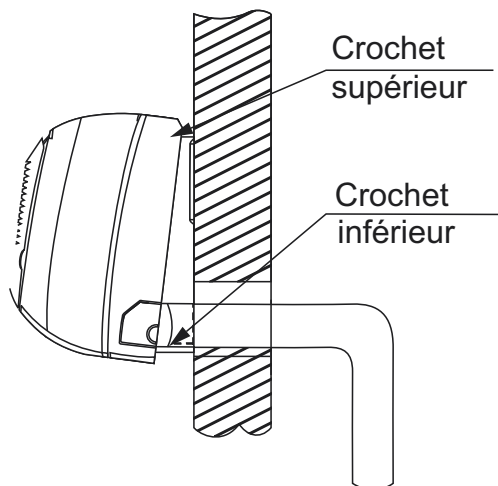

Fig. 26 – Installation du module intérieur
7. Poussez la partie inférieure du module intérieur contre le mur, puis déplacez le module intérieur d'un côté à l'autre et de haut en bas pour vérifier qu'il est bien accroché (voir la figure 26).